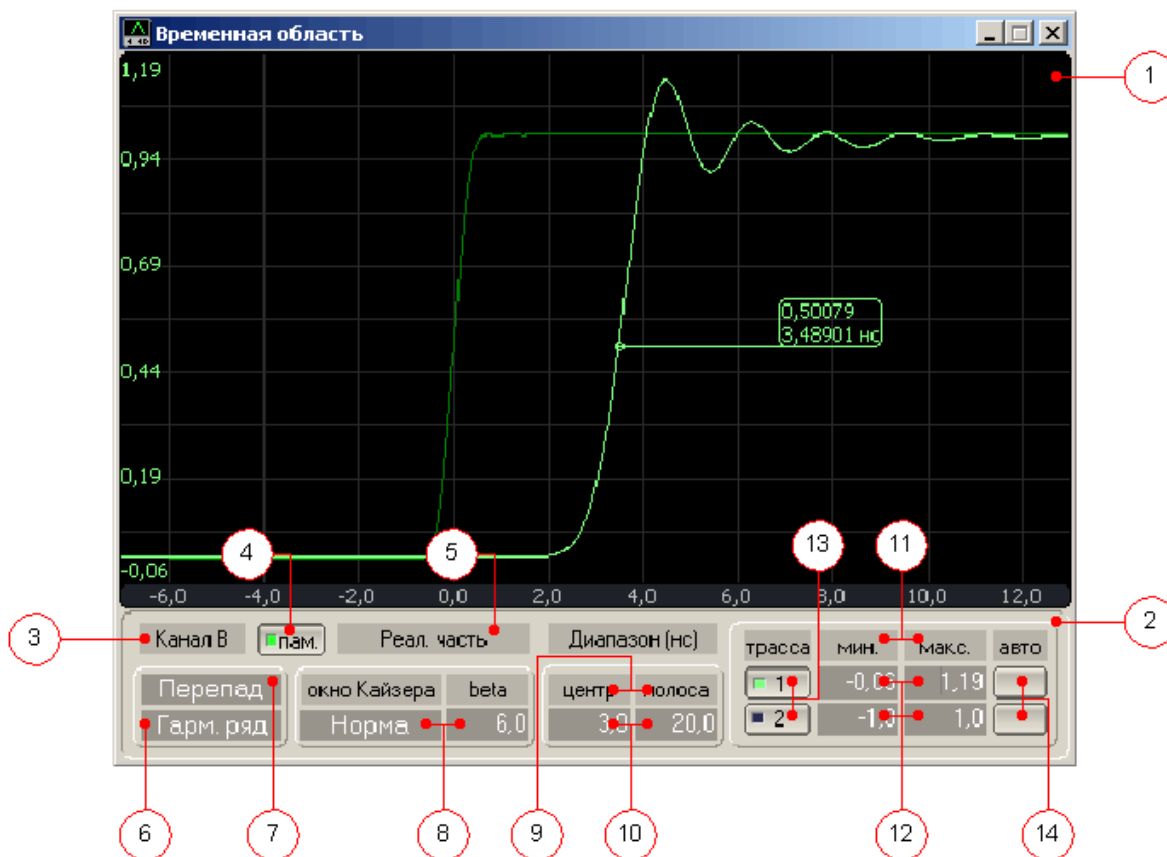

Рисунок 31.1.
31.13 Включение функции преобразования во временную область производится из пункта меню «*Временная область*». При этом, поверх главной формы приложения появляется новое окно (Рис.31.1). Функция преобразования во